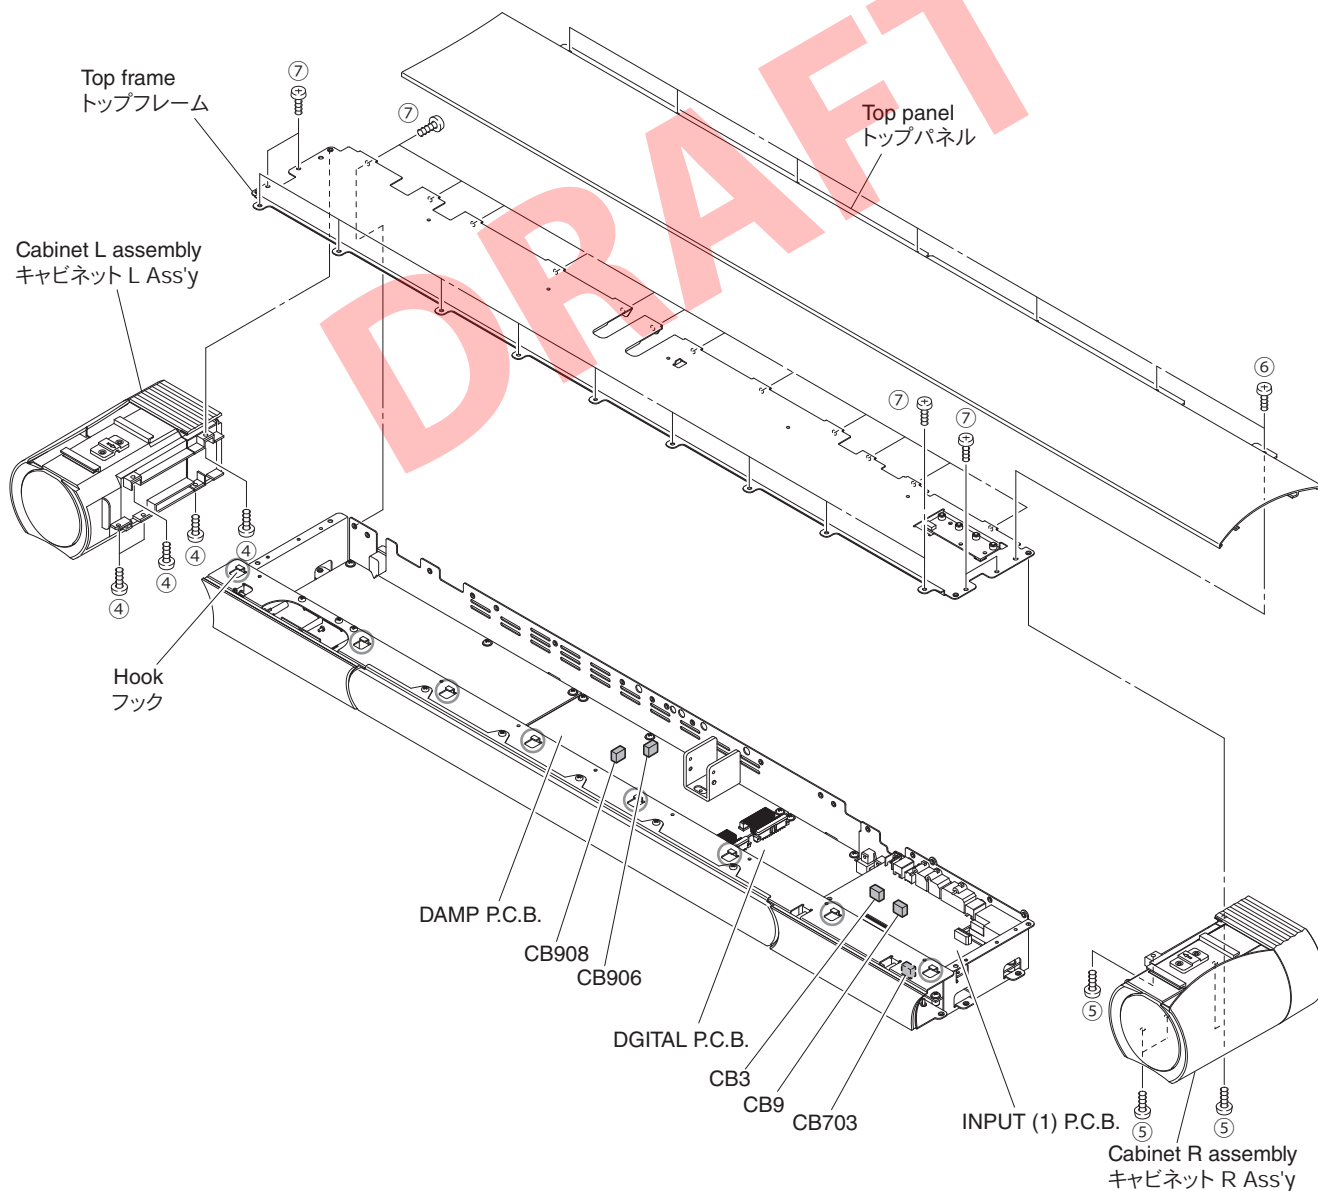
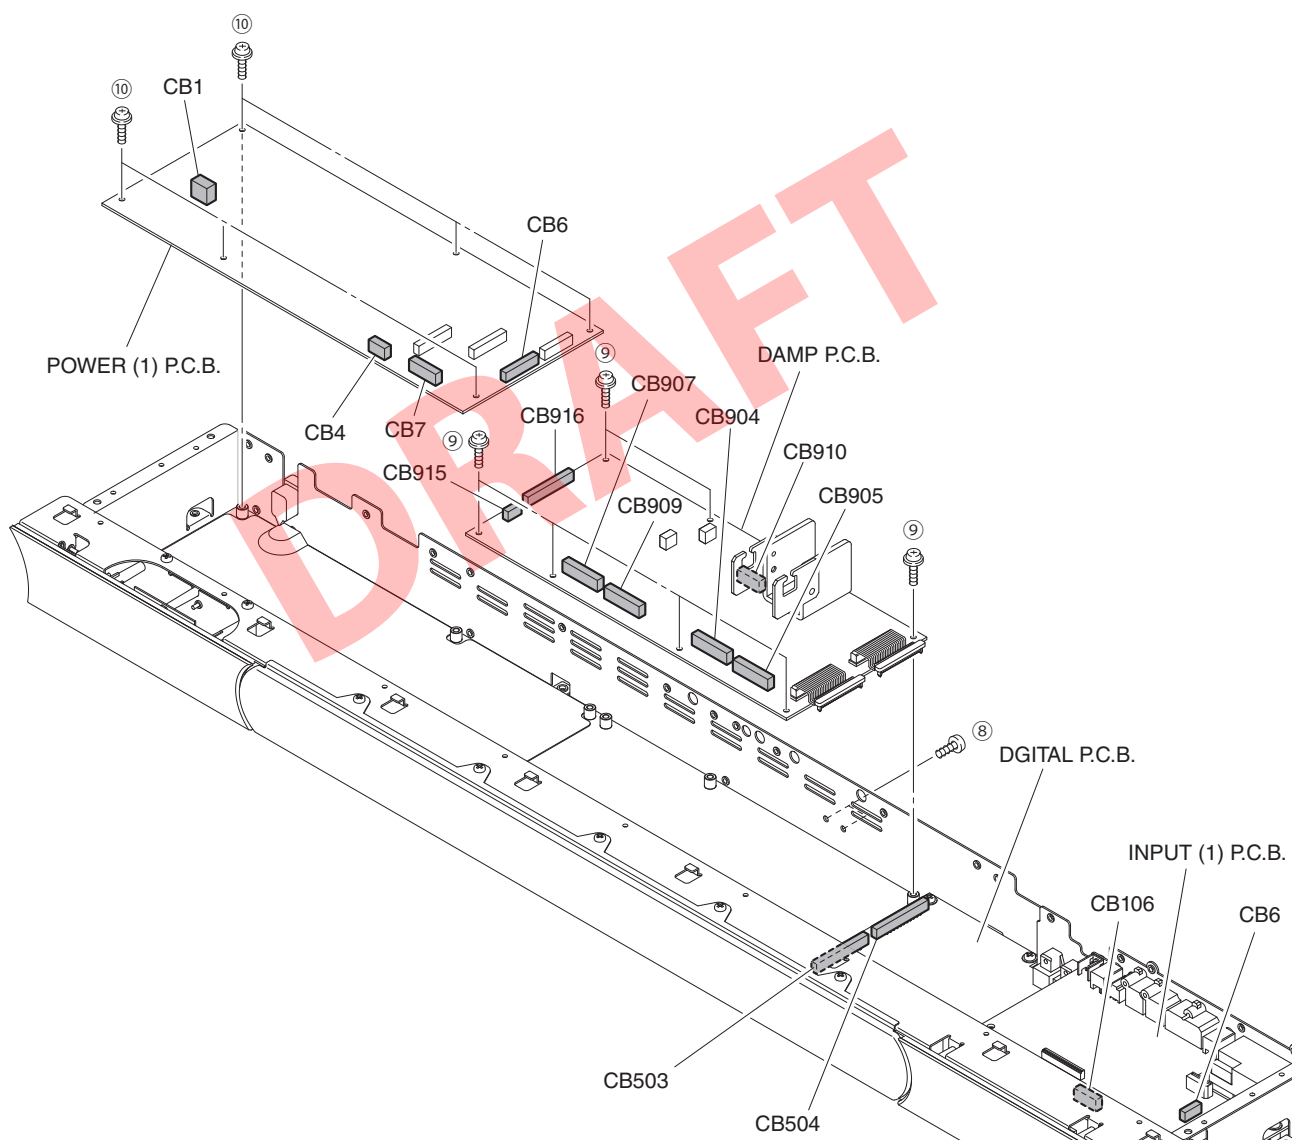

Fig. 2
Fig. 3
- a. Remove 5 screws (④). (Fig. 2)
- b. Remove the cabinet L assembly. (Fig. 2)
- a. Remove 5 screws (⑤). (Fig. 2)
- b. Remove the cabinet R assembly. (Fig. 2)
- a. Remove 7 screws (⑥). (Fig. 2)
- b. Remove the top panel. (Fig. 2)
- a. Remove 25 screws (⑦). (Fig. 2)
- b. Remove CB3, CB9, CB703, CB906 and CB908. (Fig. 2)
- c. Remove the top frame. (Fig. 2)
- a. ④のネジ5本を外します。(Fig. 2)
- b. キャビネット L Ass'yを外します。(Fig. 2)
- a. ⑤のネジ5本を外します。(Fig. 2)
- b. キャビネット R Ass'yを外します。(Fig. 2)
- a. ⑥のネジ7本を外します。(Fig. 2)
- b. トップパネルを外します。(Fig. 2)
- a. ⑦のネジ25本を外します。(Fig. 2)
- b. CB3、CB9、CB703、CB906、CB908を外します。(Fig. 2)
- c. トップフレームを外します。(Fig. 2)
- Remove 2 screws (⑧) and 7 screws (⑨). (Fig. 3)
- Remove CB503, CB504, CB904, CB905, CB907, CB909, CB910, CB915 and CB916. (Fig. 3)
- Remove the DAMP P.C.B. (Fig. 3)
- ⑧のネジ2本、⑨のネジ7本を外します。(Fig. 3)
- CB503、CB504、CB904、CB905、CB907、CB909、CB910、CB915、CB916を外します。(Fig. 3)
- DAMP P.C.B.を外します。(Fig. 3)
**8. Removal of POWER (1) P.C.B.**
- Remove 6 screws (⑩). (Fig. 3)
- Remove CB1, CB4, CB6 (POWER (1) P.C.B.), CB6 (INPUT (1) P.C.B.), CB7 and CB106. (Fig. 3)
- Remove the POWER (1) P.C.B. (Fig. 3)
**8. POWER (1) P.C.B. の外し方**
- ⑩のネジ6本を外します。(Fig. 2)